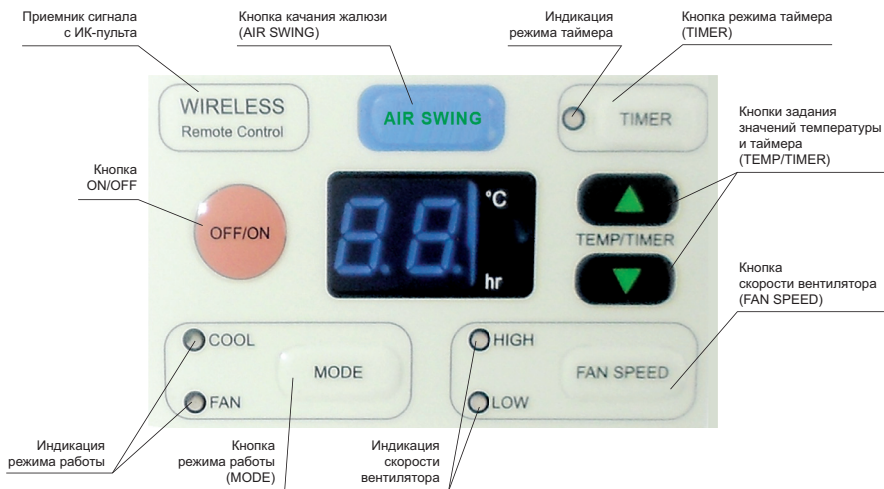

Рис. 3.6
3.2 Кондиционер модели GJC24AC-E3RNC2A управляется с панели управления (рис. 3.6) или с ИК-пульта управления (Опция) (см. раздел 4).